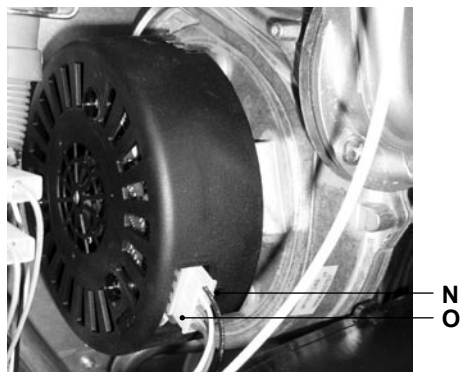

Figura 9.12
- Scollegare il connettore del ventilatore O premendo il gancio N in plastica posizionato nella parte posteriore del connettore Figura 9.12.